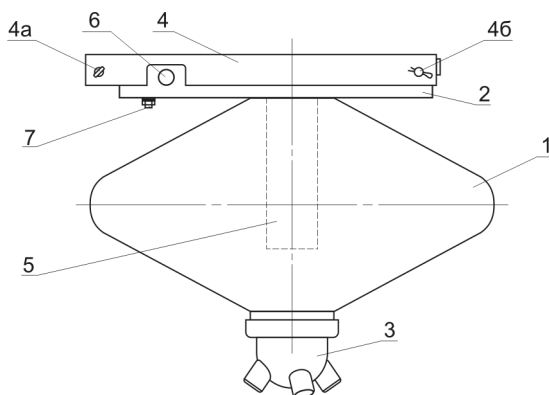

Рис. 1. Конструкция МПП «Гарант-12КД».
4.1. Конструкция МПП «Гарант-12КД» представлена на рис. 1.
6.4. Поднять модуль к месту установки и зацепить крюк узла крепления за левую ось крепёжной площадки (поз. 4а, рис. 1).